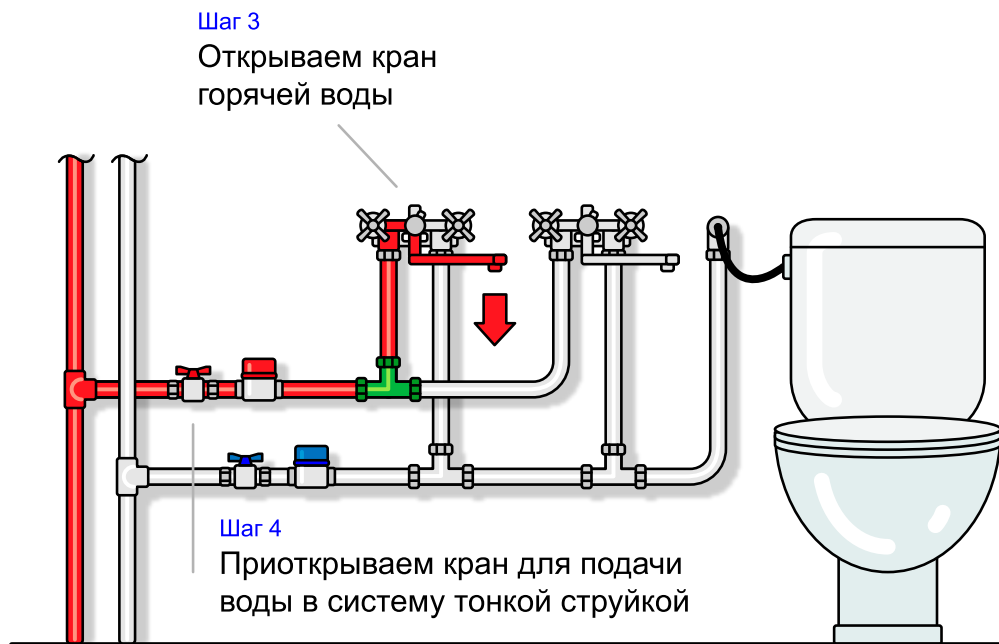

Рис. 6. Монтаж фитингов для систем горячего водоснабжения (2-ой этап).
2. Кран с горячей водой открываются полностью (рис. 6 шаг 3).
3. Кран на входе в систему приоткрывается немного для пропускания слабого потока горячей воды (рис. 6 шаг 4). Необходимо дождаться ощутимо горячей воды на выходе. Давление воды - практически самотеком, чтобы гель не успел быть выдавлен до момента полимеризации, которая произойдет в течение 5 мин.